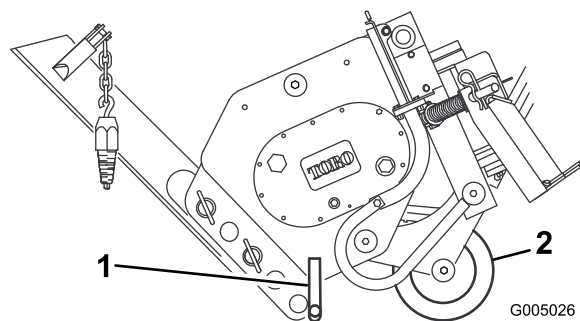

Figure 8
3. Relevez la lame et bloquez-la en position (Figure 8).
4. Basculez l'enfouisseuse en avant et abaissez-la sur le sol ou sur une remorque, le support et le coute supportant le poids de l'enfouisseuse (Figure 8).